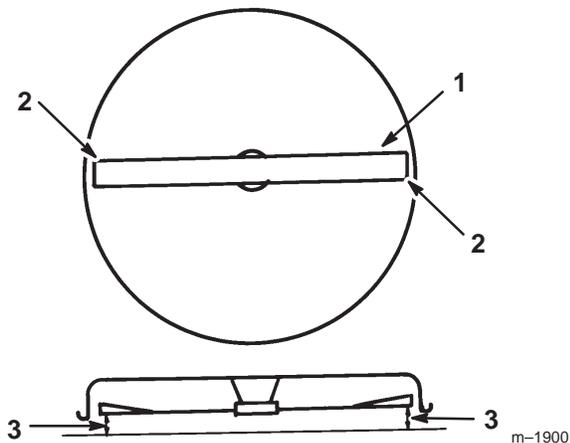

Bild 47
- Drehen Sie die Schnittmesser vorsichtig von einer Seite zur anderen (Bild 47). Messen Sie den Abstand zwischen den äußeren Schneidkanten und der ebenen Oberfläche (Bild 47). Wenn beide Messwerte nicht innerhalb von 5 mm liegen, ist eine Einstellung erforderlich. Siehe Schritte 5 und 6.